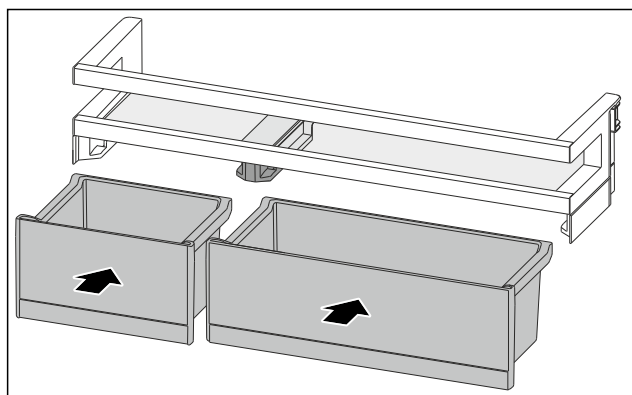

Fig. 173
- ▶ Установите ящики VarioBox, поменяв их расположение. (см. Fig. 173)